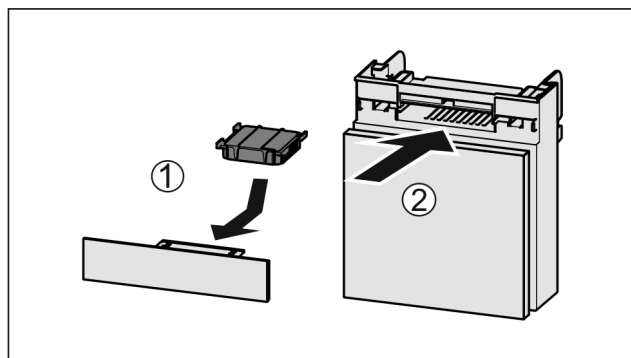

Fig. 78
- Filtr s aktivním uhlím vložte podle vyobrazení Fig. 78 (1).
- Filtr s aktivním uhlím zacvakne. Když filtr s aktivním uhlím směřuje dolů: Zásuvku zasuňte Fig. 78 (2).